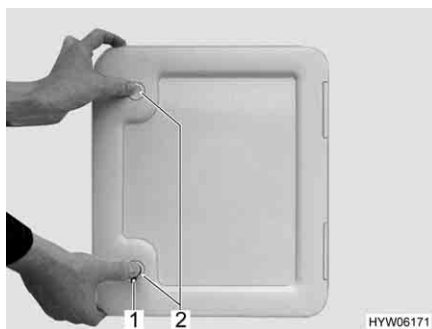

Fig. 33 Sportello per il serbatoio fecale
- Inserire la chiave nel cilindro della serratura a pressione (Fig. 33,1) e ruotare di un quarto di giro.
- Premere contemporaneamente con i pollici entrambe le serrature a pressione (Fig. 33,2) e aprire lo sportello del serbatoio fecale.
- Inserire la chiave nel cilindro della serratura (Fig. 33,1) e ruotare di un quarto di giro.